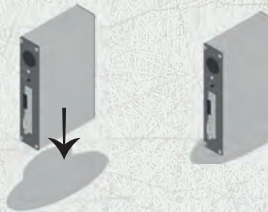

Abb. 16.1
- ▶ Schieben Sie das Basismodul in den Standfuß. (Abb.16.1)